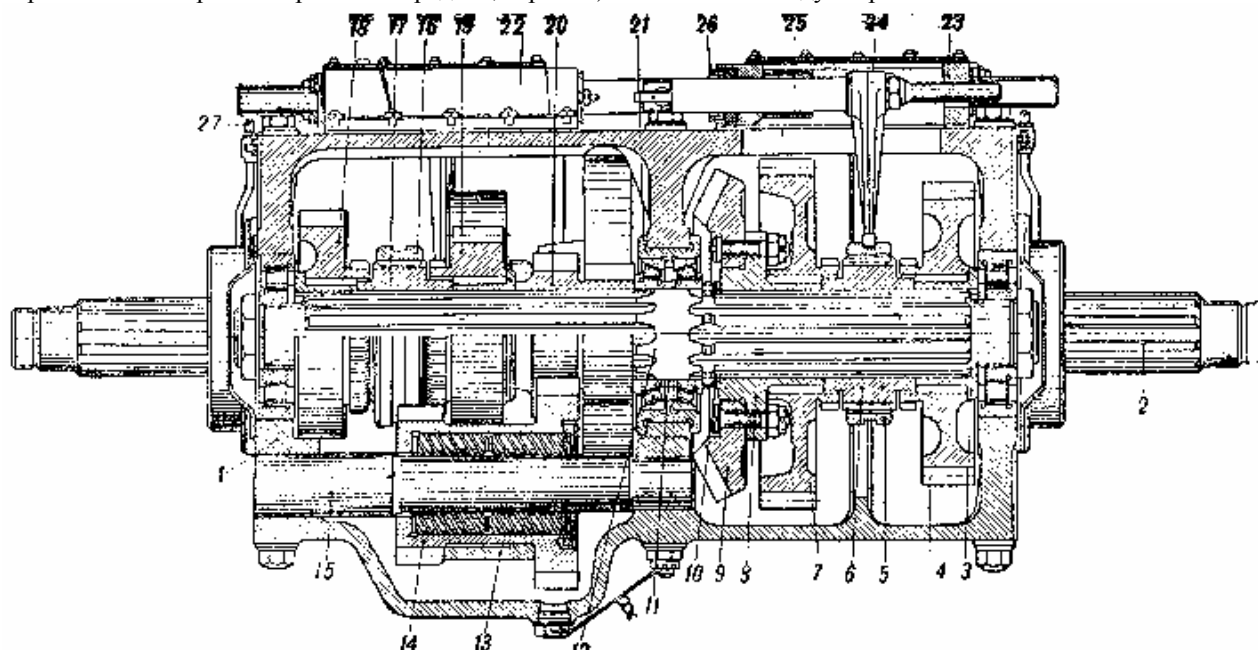

Рис. 99. Коробка перемены передач (в разрезе по промежуточному валу и оси заднего хода):
Между торцом ступицы ведомой конической шестерни и гребешком вала имеются регулировочные прокладки 10 (ом. рис. 99) подбором толщины которых регулируют зазор между зубьями конической пары шестерён.
Блочную шестерню 14 (см. рис. 99) устанавливают на оси 15 в нижней половине картера на двух роликоподшипниках с витыми роликами. В этих роликоподшипниках беговыми дорожками служат шлифованные поверхности оси и внутренней полости ступицы шестерни.
Для ограничения осевых смещений каретки заднего хода устанавливают между её зубчатыми венцами планку 13 (см. рис. 99), изогнутую посередине. Платку крепят шпильками к картеру.
Переход на 2, 3, 4 и 5-ю передачи осуществляется включением подвижных муфт (карок) 5 и 16 (см. рис. 99) к соответствующим шестерням выбираемых передач.
- 1) Установить на ступицу 8 (см. рис. 99) ведомую коническую шестерню 9, подогнав плоскость прилегания шестерни к ступице по краске; поставить призонные болты, плотно затянуть гайки и зашплинтовать.